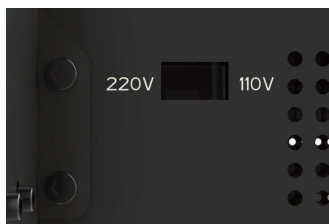

図 2
(2) 図2のように、ベースの左側の電圧設定スイッチで電圧を選択してください。デフォルト電圧は220Vに設定されています。日本では110Vを選んでください。付属のレンチを使用して奥のスイッチを操作してください。